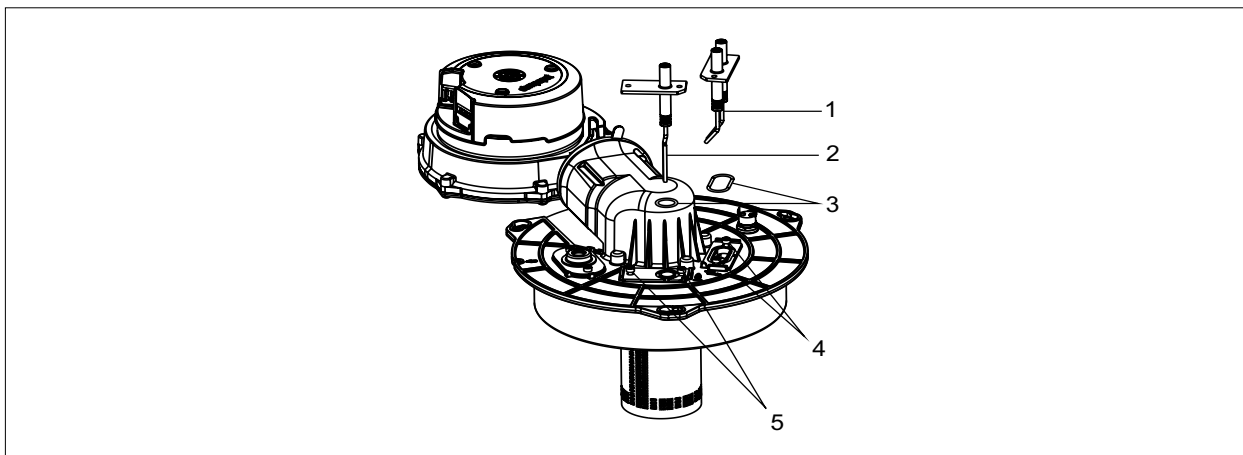

Рис. 6.3 Замена электродов
- ▶ Демонтировать электроды (см. Рис. 6.3 Замена электродов)
- ▶ Затянуть крепёжные винты (5) Рис. 6.3 с крутящим моментом 3 Нм.
- ▶ Затянуть крепёжные винты (4) Рис. 6.3 с крутящим моментом 3 Нм.